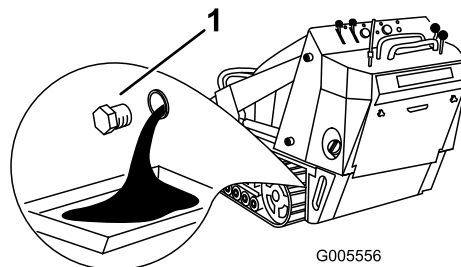

Figura 30
4. Retire el tapón de vaciado (Figura 30).